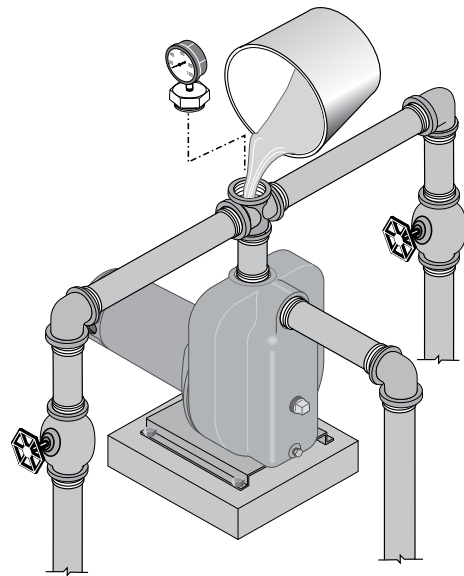

Figure 10 – Retirer le bouchon d'amorçage et remplir la pompe avant de démarrer
2. Retirez le bouchon d'amorçage. Remplissez la pompe et la conduite d'aspiration d'eau (figure 10). **NE JAMAIS** faire fonctionner la pompe à sec. Faire fonctionner la pompe sans eau pourrait endommager les joints et faire fondre la turbine et le diffuseur. Assurez-vous que le refoulement (soupape, lance d'arrosage à poignée pistolet, etc.) est ouvert lorsque la pompe fonctionne.